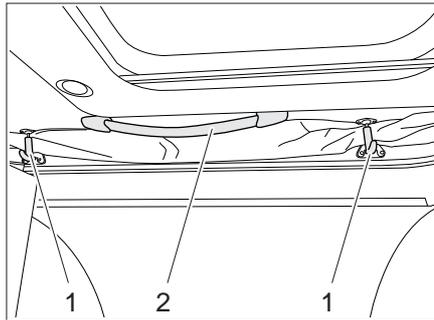

Bild 52 Hubdach
- Sicherungen (Bild 52,1) durch leichtes Ziehen lösen.
- Hubdach an den Griffen (Bild 52,2) nach oben schieben.
- Hubdach an den Griffen (Bild 52,2) nach unten ziehen.
- Sicherungen (Bild 52,1) leicht nach unten ziehen und wieder einhaken.